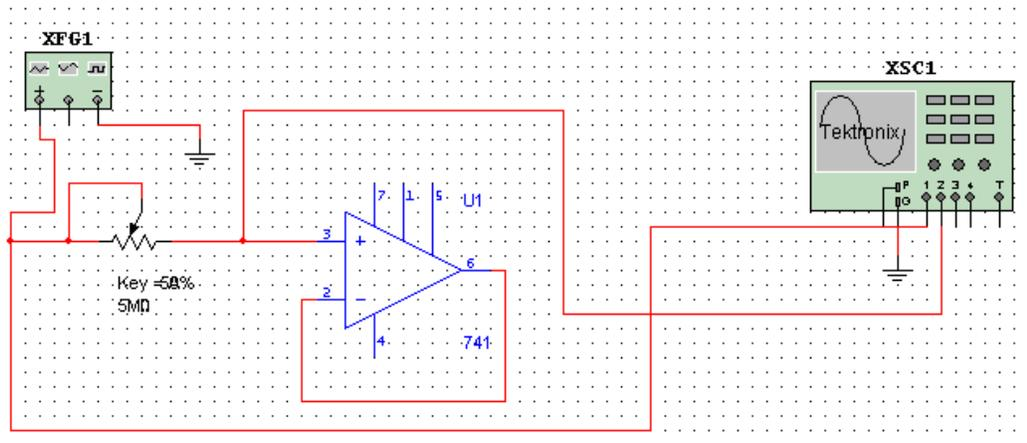

Figura 4.- Esquemático para medir la impedancia de entrada del Op –Amp.
9. Armar el circuito de la figura 4 y mida indirectamente la impedancia de entrada (Z_i) del OP-AMP. $Z_i = \text{_____} \Omega$. Apóyese de la ec. 5 para obtenerla.